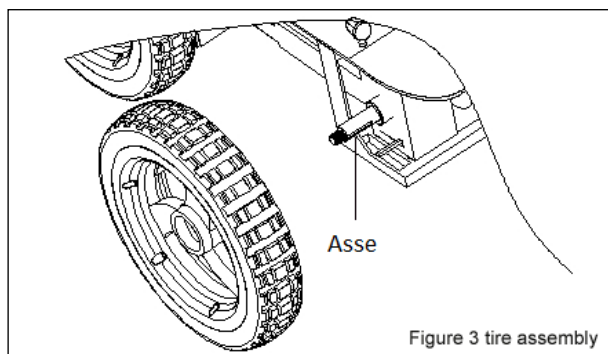

Figura 3
3. Rimuovere il dado della ruota motrice e la rondella dall'asse. Vedi figura 3.